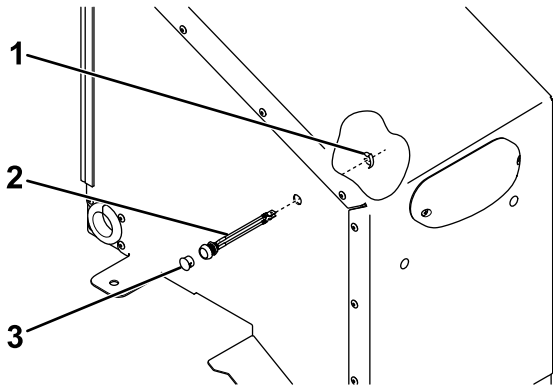

图 5
11. 将灯具按钮总成插入孔中并用固定夹将其固定到位图 5。